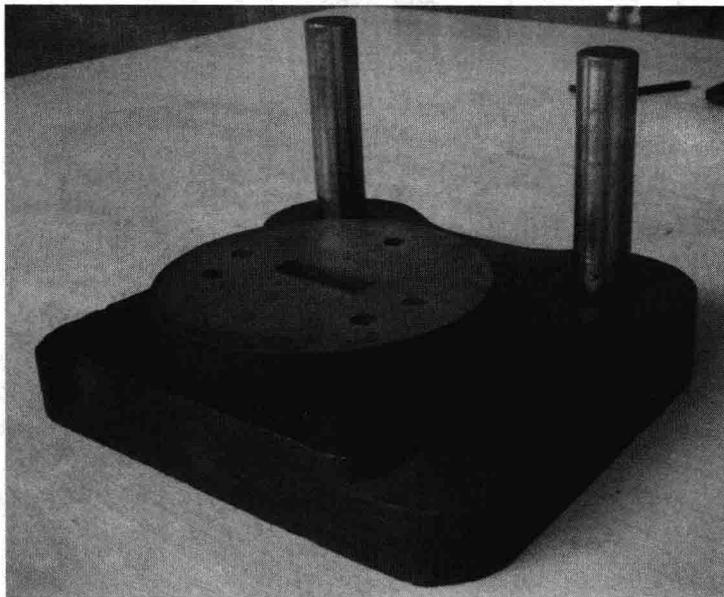

图 1-4 下模
(1) 拆装前模具如图 1-2 所示，用紫铜棒轻轻敲击上、下模座，将上模 (见图 1-3)、下模 (见图 1-4) 从导柱和导套处分开，拆卸时勿使上、下模座平面发生偏斜。